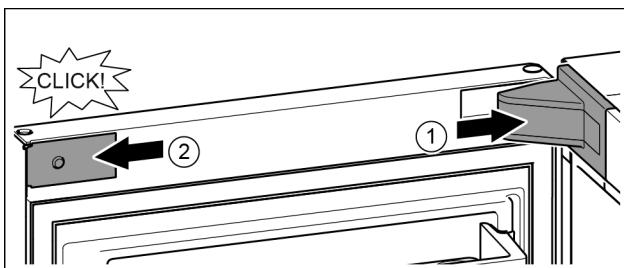

Fig. 25
- ▶ Stavite pokrov podloška ležaja i pustite ga da uskoči, po potrebi ga oprezno razdvojite. Fig. 25 (1)
- ▶ Postavite masku bočno i pustite da uskoči. Fig. 25 (2)